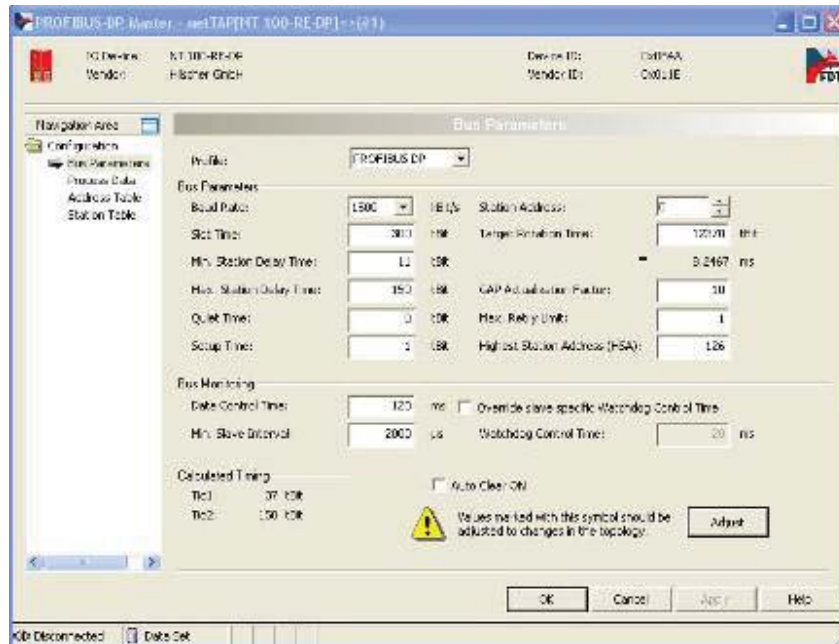

图 19
(19) PROFINET 协议参数配置完成后，单击“OK”回到主界面，再次右击 NT 100 图标，选择“Configuration”“PROFIBUS-DP Master”，对 PROFIBUS 协议参数进行配置。选择“Bus Parameters”栏，如图 19 所示，由于修改过输入输出字节数，因此需单击“Adjust”按钮进行参数自动调整：